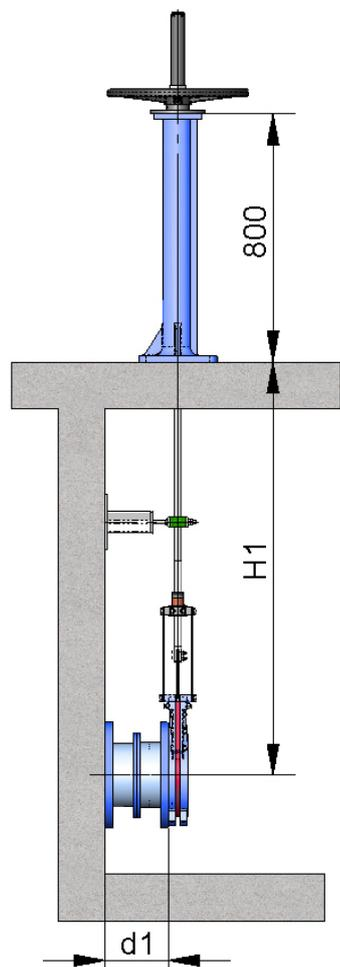

Fig. 11
- A coluna de manobra comum é de 800 mm de altura (fig. 11). Outras medidas de coluna a pedido.